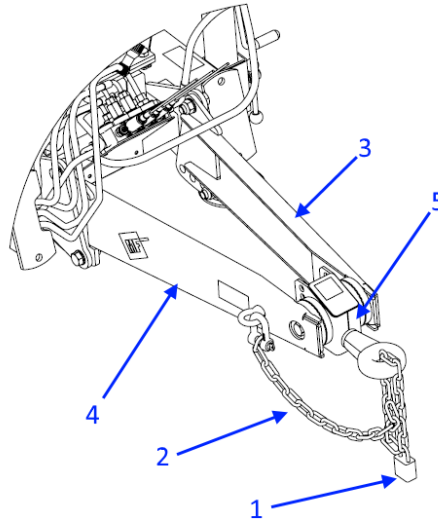

Рисунок 6. Оборудование дышла
- Установите на проушине дышла блокаду для предотвращения несанкционированного использования (рис. 6 - 1).
Описание оборудования дышла обмотчика рулонов Z237 (рис. 6)